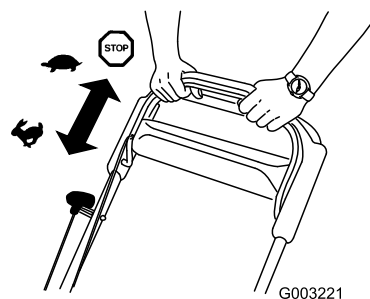

**Figure 16**
2. Appuyez sur le bouton de démarrage électrique (Figure 15) ou tirez légèrement la poignée du lanceur (Figure 16) jusqu'à ce que vous sentiez une résistance, puis tirez vigoureusement et laissez le lanceur se rétracter lentement jusqu'au guide-câble sur le guidon.